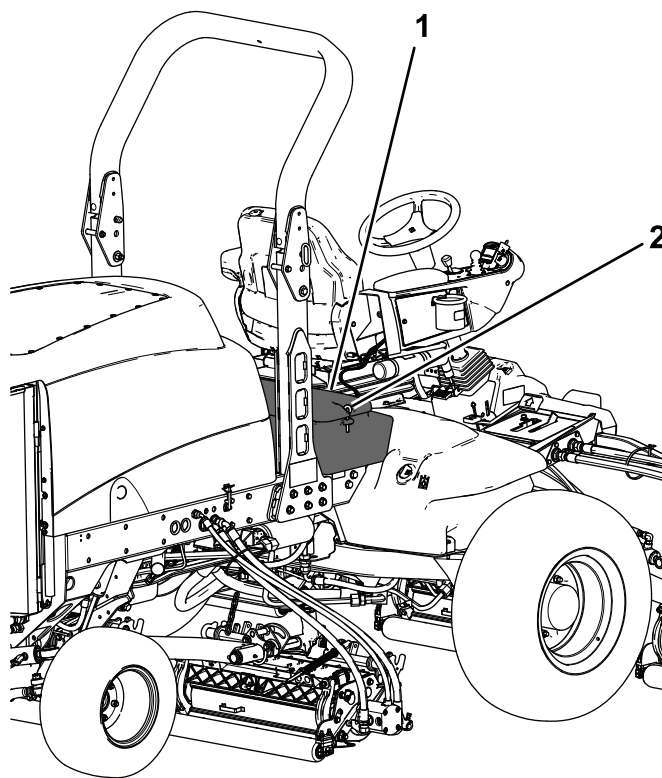

Рисунок 59
2. Откройте защелки и поднимите панель консоли оператора (Рисунок 59).